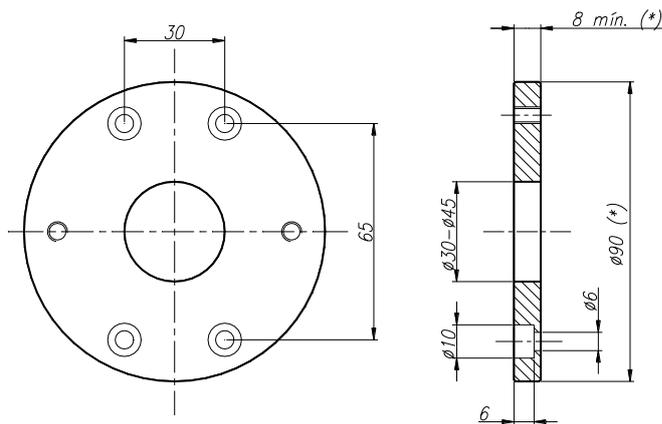
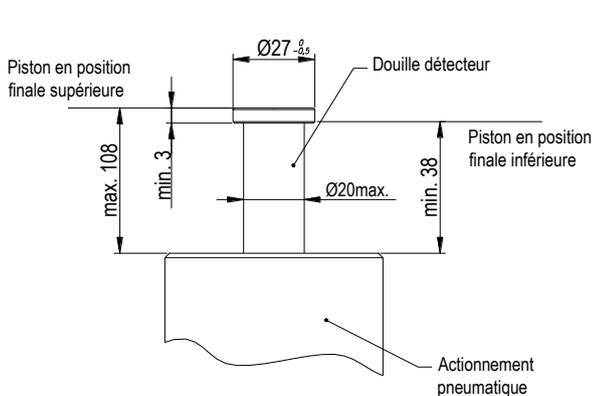

fig. 4.1 (diseño orientativo)
fig. 4.2
- **sur des robinets d'autres fabricants.** Montage simple, il suffit d'installer un support d'adaptation (voir figure 4.1). Dans ce cas la position de la tête dépendra du type de robinet, même si elle est généralement montée dans la partie supérieure de l'actionnement pneumatique. L'indicateur de signal devra avoir les dimensions spécifiées dans la figure 4.2 et 4.3).